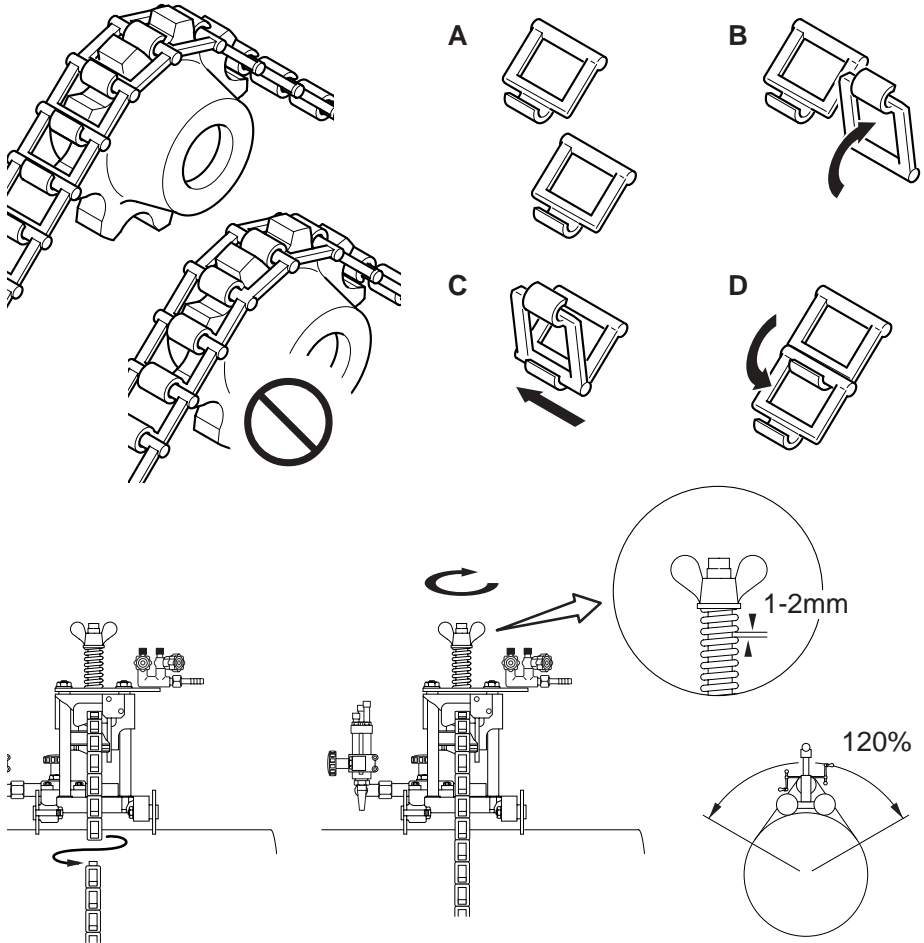

Abb. 4 - 1
- 3 Die Kette in das Kettenrad einlegen und die Ketten wie in der Abbildung 4 - 1 gezeigt am Rohr befestigen.